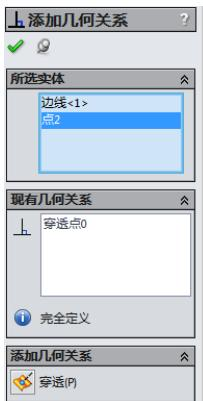

图 7-107 添加几何关系
**06** 添加几何关系。单击“尺寸/几何关系”工具栏中的“添加几何关系”图标按钮 $\textcircled{L}$ ，选择圆心和螺旋线，添加几何关系为“穿透”，如图 7-107 所示。单击“确定”图标按钮 $\checkmark$ ，完成几何关系的添加。单击“草图绘制”图标按钮 $\textcircled{E}$ ，退出草图绘制。